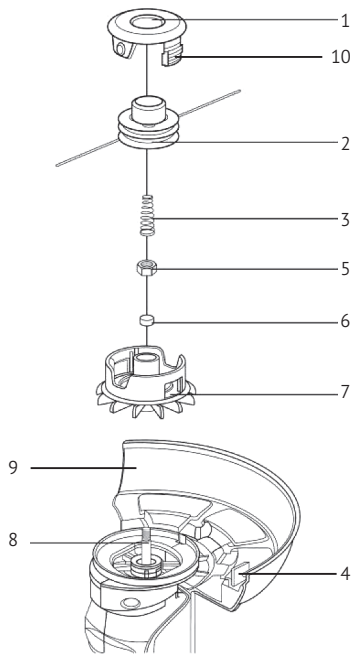

Рис. 2
- Закрепите защитный кожух на нижней части триммера и прикрутите его прилагаемыми винтами. На кожухе закреплён специальный нож (4, рис. 2) с надетой на него транспортировочной резиновой защитой. Он служит для отсечения лишних фрагментов триммерной лески.
- Снимите крышку катушки (1), для чего нужно освободить ее из фиксаторов (10), нажав пальцами на соответствующие места (ограничены направляющими) на корпусе катушки. Извлеките шпульку (2) и пружину (3) из катушки (7). Косильная головка крепится на рабочем вау (8) гайкой (5) и шайбой (6). Рис. 2